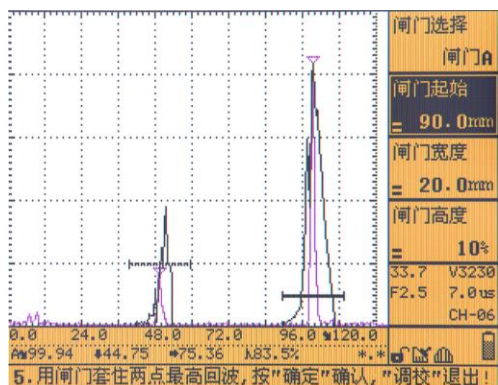
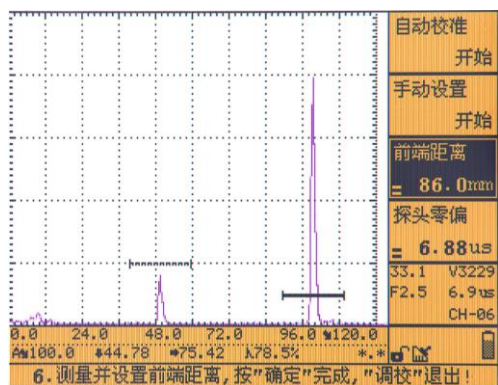

图 3.11
图 3.12
(6) 打开波峰记忆或回波包络功能，如图 3.11 所示，沿 R100 半径方向前后移动探头，使回波最高，保持探头不动，按【自动增益】键，使得第二个回波高度为 80%；单击【确认】键，完成声速和零偏的校准。此时屏幕变为如图 3.12 所示，开始检测前端距离。